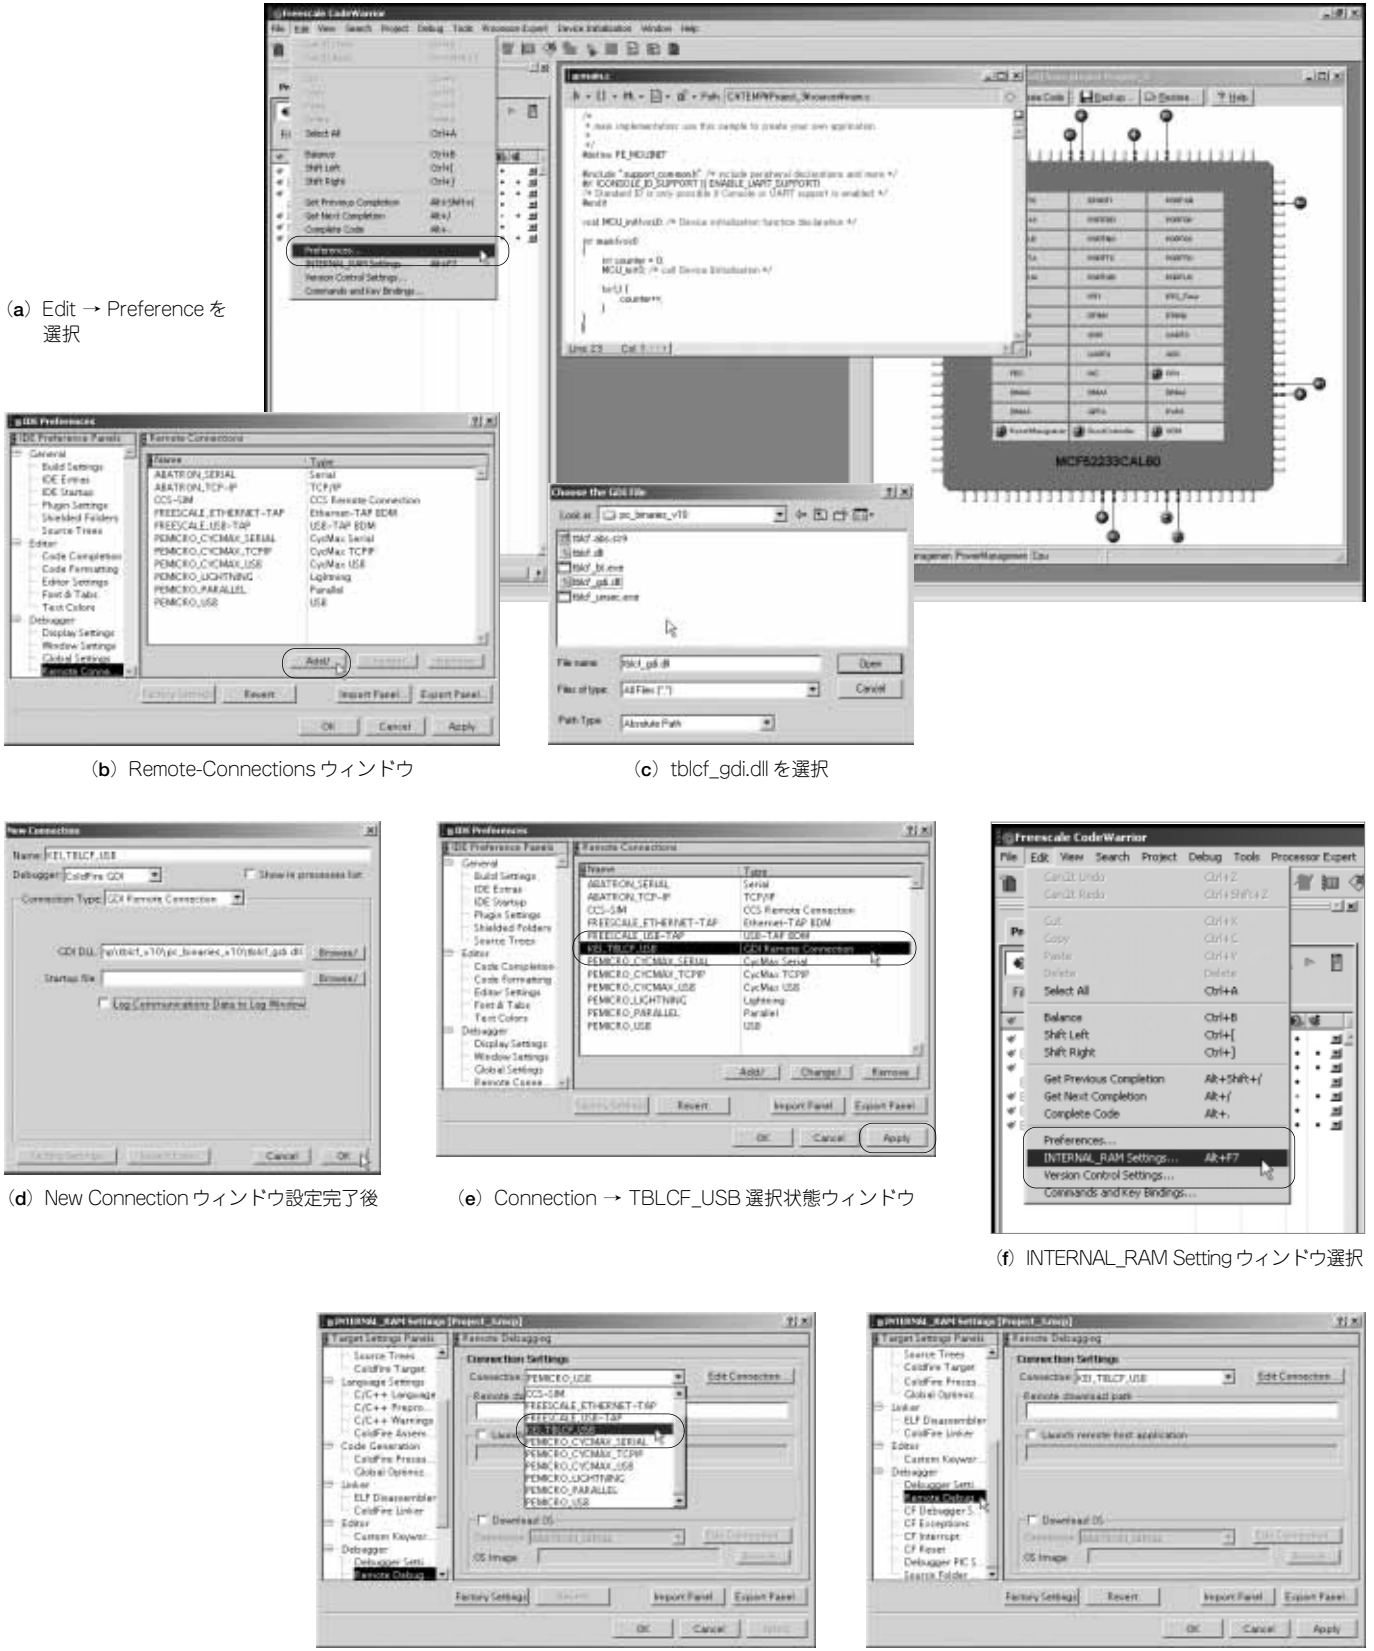

図2 CodeWarriorへのTBLCFデバッガの登録
(1) CodeWarrior を起動し、メニュー・バーの「Edit」→「Preference」を選択〔図2(a)〕し、「Remote-Connections」ダイアログを開きます〔図2(b)〕。他社製のシリアル・ポートや TCP/IP、パラレル・ポート用デバッガの項目がありますが、ここに TBLCF デバッガを追加します。
- GDL DLL : ダウンロードしたファイル内の pc_binaries_v10.zip に含まれている「tblcf_gdi.dll」を選択する〔図2(c)〕
これらの設定をすべて完了したのが、図2(d)の画面です。
(1) と (2) の設定が完了した後、「Remote-Connection」ウィンドウに (2) で追加した名称のデバッガが追加されます〔図2(e)〕。この追加を確認した後、デバッガを選択してメニュー内の「Apply...」ボタンをクリックし、設定画面を閉じます。
(3) 次に、メニュー・バーの「Edit」→「INTERNAL_RAM
Setting...]を選択〔図2(f)〕し、「Remote-Debugging」ダイアログを開きます〔図2(g)〕。
として「KEI_TBLCF USB」を選択します〔図2(h)〕。